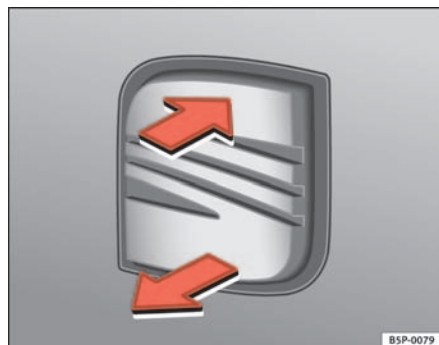
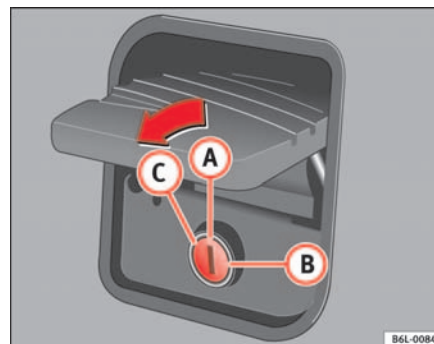

Fig. 50 Portón trasero: apertura desde fuera
Fig. 51 Cerradura del portón trasero
- Tire de la maneta y levante el portón ⇒ fig. 50. El ojo de la cerradura debe estar en posición vertical ⇒ fig. 51 **a**
Con el ojo de la cerradura **a** ⇒ fig. 51 en posición vertical, el portón se abre y se cierra automáticamente mediante el cierre centralizado. Además el portón se puede abrir y cerrar con la llave.
Estando el ojo de la cerradura en posición horizontal **b** ⇒ fig. 51, una vez cerrado el portón trasero, queda permanentemente bloqueado una vez cerrado y sólo se podrá abrir con la llave principal.
Para abrir el portón hay que girar la llave hasta el tope **c** ⇒ fig. 51 en el sentido de la flecha. En esta posición, la llave no podrá sacarse de la cerradura.